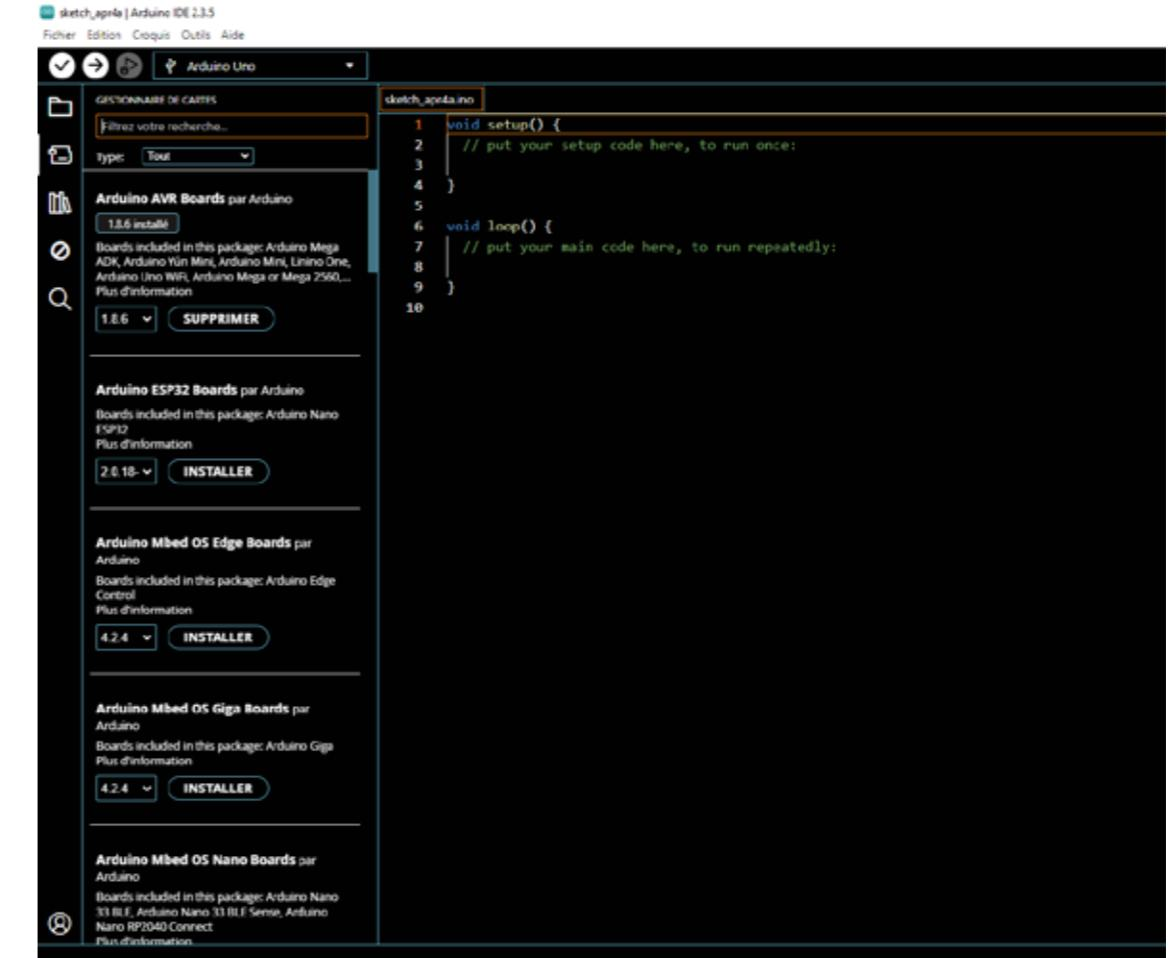

Figure 1-8
**La deuxième icône** permet **d'installer une carte** avec la possibilité de rentrer son nom dans la case de recherche ainsi que son type (**figure 1-8**) : nous sommes là dans le **Gestionnaire de cartes**. Installer une carte permet à l'IDE de travailler avec un nouveau type de carte, qui n'est d'ailleurs pas forcément de la marque Arduino, et **cela est différent du fait de sélectionner une carte**, celle avec laquelle vous travaillez pour votre projet, qui se fait dans la case située à droite des icônes de vérification et téléchargement.